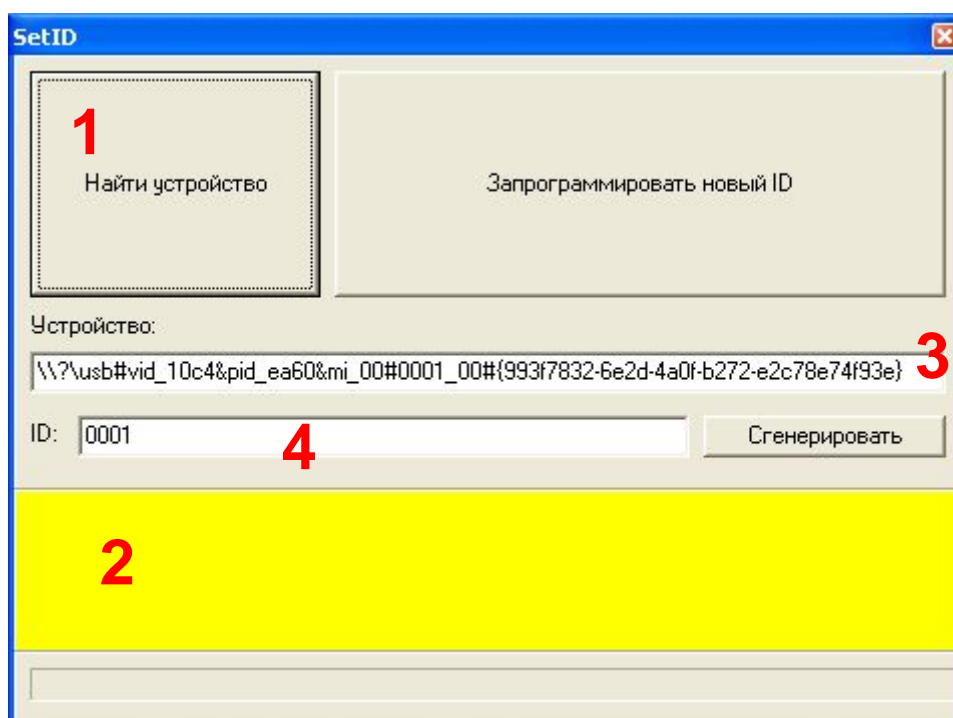

Рис. 3.2. Окно программы «SetID»
2. Запустите программу **SetID** (файл "SetID.exe"), откроется главное окно программы (см. рис. 3.2). Нажмите кнопку «Найти устройство» (1). Нижнее поле главного окна станет желтым (2), в строках «Устройство» (3) и «ID» (4) отобразятся идентификационные номера (см. рис. 3.2);